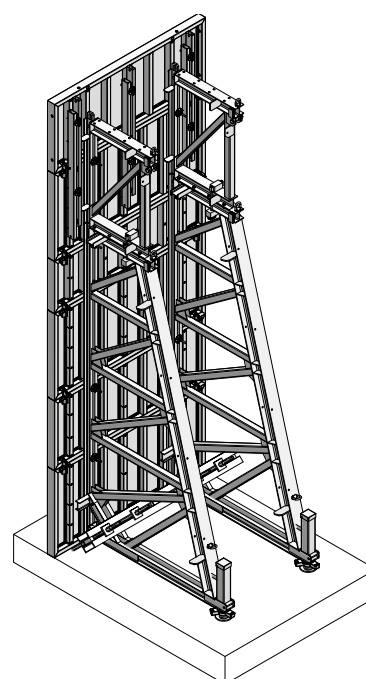

Fig. 11.2 Jusqu'à 6,70 m de hauteur de coffrage :
- Jusqu'à 6,70 m – 1 rehausse (Fig. 11.2)